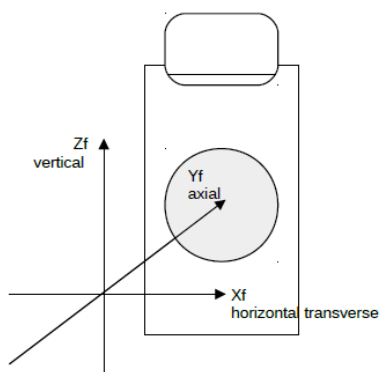

図 1. 固定座標系
- 治療機の回転方向、スケール、そして動きは IEC 規約 (IEC-61217) が用いられています。固定座標系(X_f , Y_f , Z_f)は、図 1 に示す方向に従って定義されます。